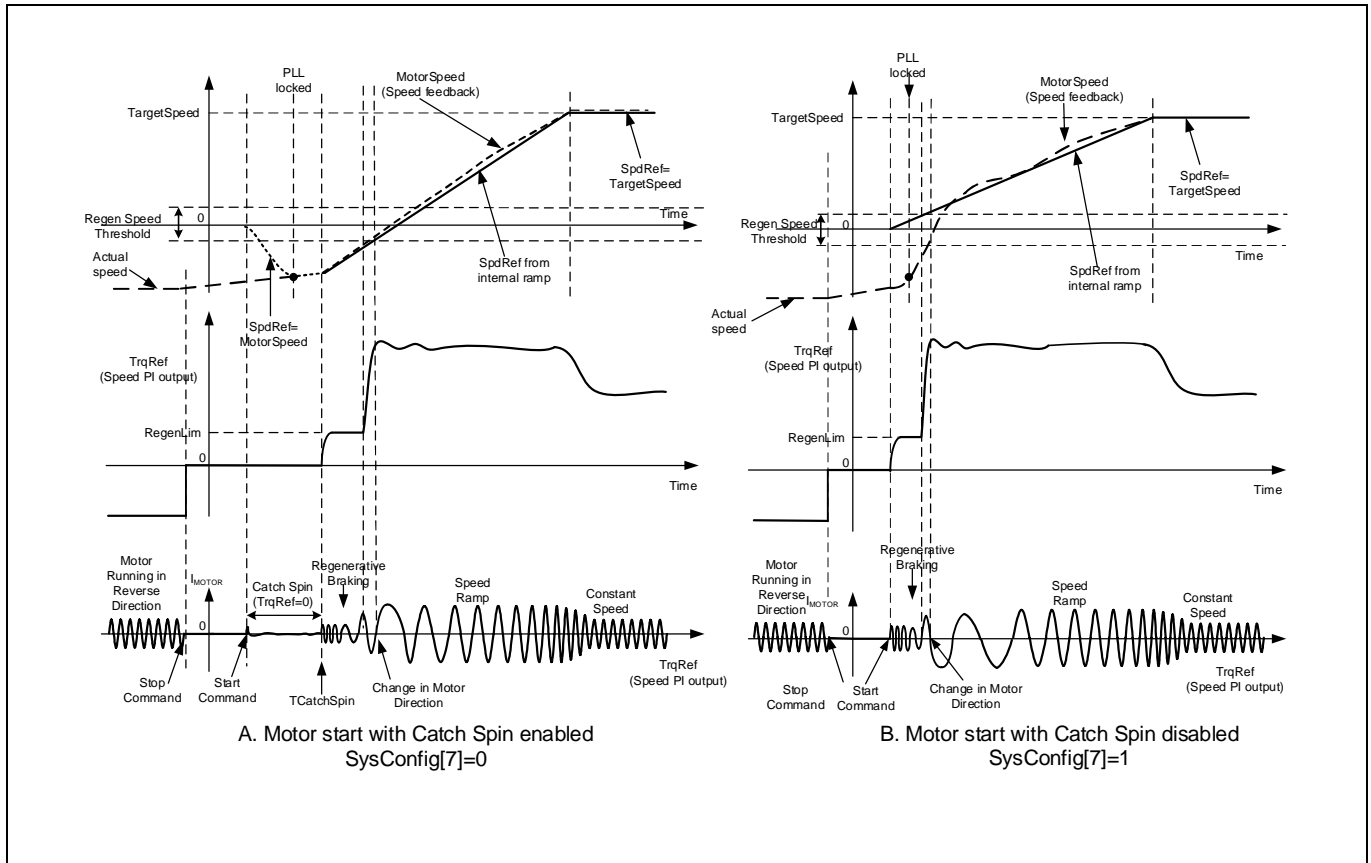

図 30 正回転キャッチスピン - キャッチスピン有効/無効の場合のモータ始動シーケンス
モータが逆方向に回転している場合、キャッチスピン動作は「逆回転キャッチスピン」となります。図 30 (A)に「逆回転キャッチスピン」の一例を示します。この例では、スタートコマンド実行時にモータは逆方向に回転しています。キャッチスピン動作中、モータへ電流は印加されません。キャッチスピン時間(TCatchSpin)経過後、モータが逆方向に回生速度閾値(RegenSpdThr)よりも速く回転している場合、RegenLim パラメータで定義された値に制限されるトルクが出力され、モータを回生ブレーキにより減速させます。逆回転速度が回生速度閾値(RegenSpdThr)を下回ると、出力トルクは MotorLim(RegenLim<=MotorLim)に制限されます。出力トルクはモータを停止させ、モータは基準となる加減速レートに従って正方向への加速を開始し、設定された目標速度に達します。
キャッチスピンが無効化されている場合、PLL ロックを待たずに、スタートコマンド実行後ただちに通常の速度制御が開始します。通常は制御システムは回転中のモータを起動することが出来ますが、モータ速度はスムーズに加減速しない場合があります。図 30 (B)に示すように、スタートコマンド実行後、モータは回生速度閾値(RegenSpdThr)よりも速く回転しているため、RegenLim パラメータで定義される値で制限されるトルクが逆回転しているモータを回生ブレーキで減速させます。逆回転速度が回生速度閾値(RegenSpdThr)を下回ると、出力トルクは MotorLim(RegenLim<=MotorLim)に制限されます。出力トルクはモータを停止させ、モータは基準となる加減速レートに従って正方向への加速を開始し、設定された目標速度に達します。